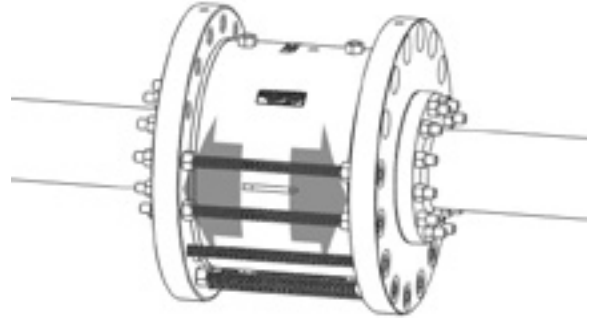

Abbildung 8 – Spreizen der Leitungsflansche unter Verwendung von Wirbelmuttern.
4. Drehen Sie jede Wirbelmutter um jeweils $\frac{1}{4}$ Drehung, sodass die Leitungsflansche auseinandergedrückt werden und jeder Flansch dicht an den verbleibenden Zugmutter-Unterlegscheiben anliegt, wie in Abbildung 8 unten gezeigt.